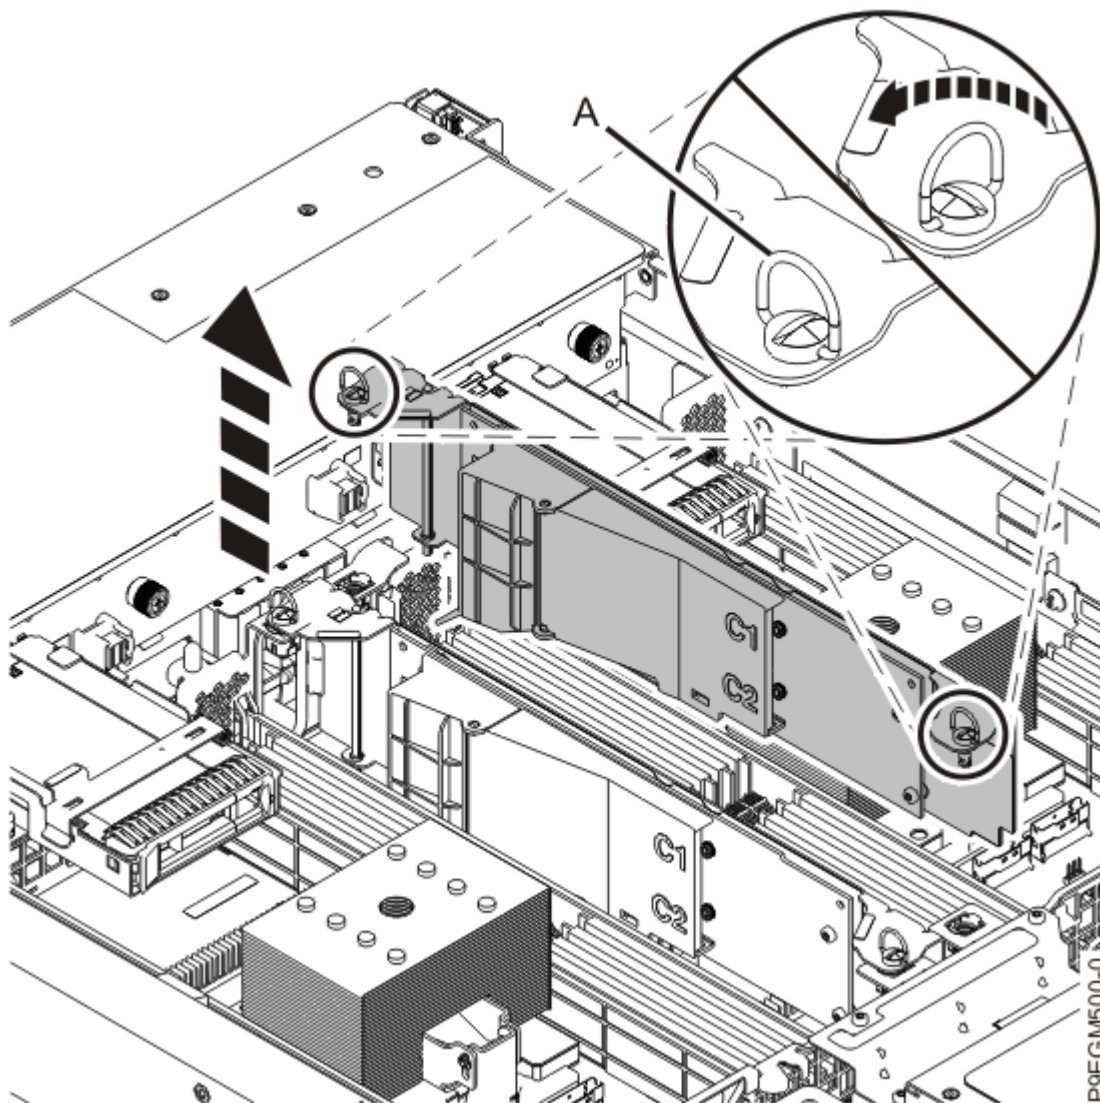

Figura 14. Remover a placa portadora NVMe M.2
4. Levante a placa portadora NVMe M.2 para fora da ranhura, conforme demonstrado em Figura 14 na página 20.